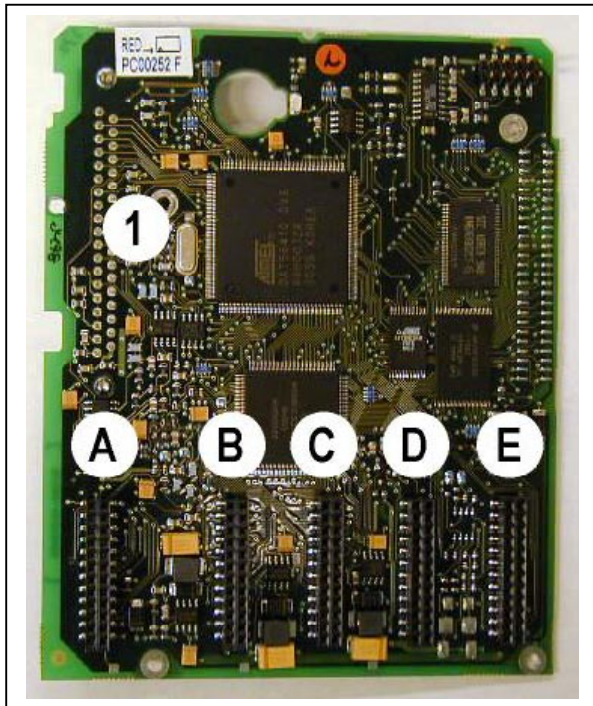

Рис. 6-20. Плата управления NX
Блок управления состоит из платы блока управления и пяти съемных плат, устанавливаемых в параллельные гнезда (А – Е), расположенные на плате блока управления (см. рис. 6-20 и рис. 6-21). Плата блока управления соединена с силовым блоком D-соединителем (1).